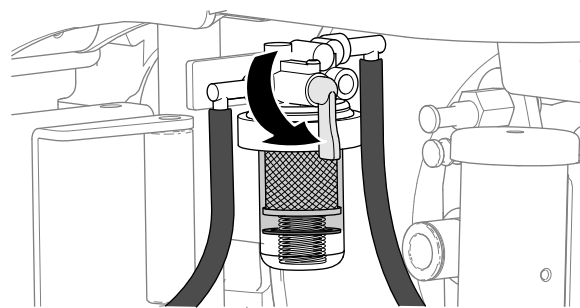

Рисунок 67
2. Если в стакане топливного фильтра есть вода, поверните отсечной топливный кран водоотделителя топливной системы в ЗАКРЫТОЕ положение (Рисунок 67) и выполните действия, описанные в разделе Слив воды из стакана топливного фильтра (страница 60).